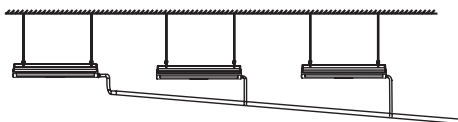

Рис. 7.2
7. Если выход дренажной трубы конденсата расположен выше, чем соединение трубы для забора конденсата, труба дренажа должна быть как можно ближе к вертикали. Изогните соединительные фитинги выхода конденсата так, чтобы высота трубы дренажа находилась в пределах 1000 мм от нижней части дренажного поддона. См. рисунок 7.2.